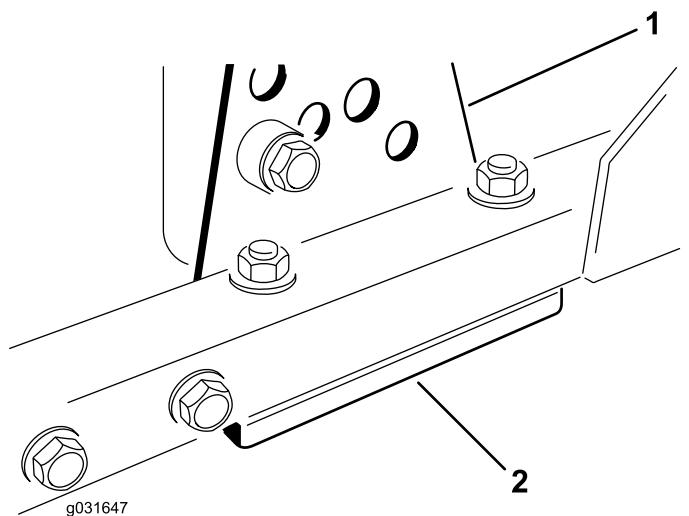

Рисунок 69
1. Снимите кронштейн высоты скашивания (передний, левый или правый) с рамы деки (Рисунок 69).
2. Установите регулировочные прокладки толщиной 1,5 мм и/или 0,7 мм между рамой деки и кронштейном, чтобы получить необходимую настройку высоты (Рисунок 69).
3. Установите кронштейн высоты скашивания на раму деки, используя оставшиеся прокладки, установленные под кронштейном высоты скашивания (Рисунок 69).